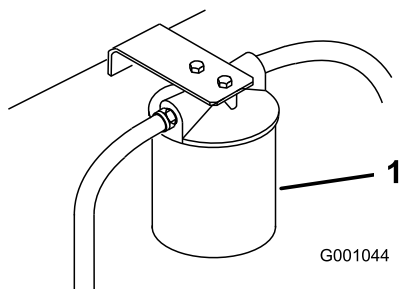

Figure 62
3. Placez un bac de vidange sous le filtre, déposez le filtre usagé et essuyez la surface du joint de l'adaptateur (Figure 62).